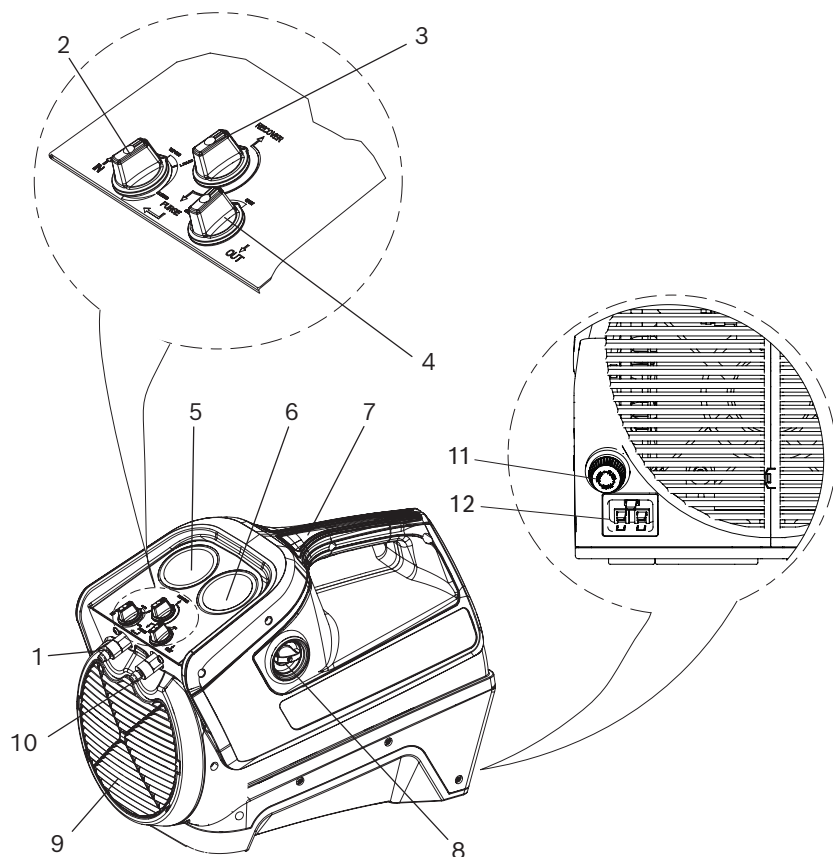

Fig. 1: Överblick av RG4.0
- Inloppsport (fig. 1, pos. 1)- Används för anslutning av RG4.0 till ett luftkonditionerings- eller kylsystem via ett filter.
- Utloppsport (fig. 1, pos. 10)- Används för anslutning av RG4.0 till köldmedelsbehållaren.
- Inloppsreglerventil (Fig. 1, Pos. 2) - Används för att:
- Utloppsreglerventil (fig. 1, pos. 4) - Används för att reglera utflödet av köldmedel från RG4.0 till köldmedelsbehållaren.
- Återvinnings- / rensventil (fig. 1, pos. 3) - Används för att:
- Inloppstryckmätare (fig. 1, pos. 5) – Mäter trycket vid inloppet till RG4.0.
- Utloppstryckmätare (fig. 1, pos. 6) – Mäter trycket vid utloppet till RG4.0.
Strömbrytaren (fig. 1, pos. 8) låter dig slå på / av RG4.0.